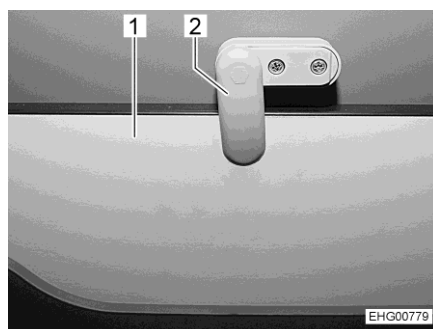

Bild 66 Låsning
- Lossa på spärren (Bild 66,2).
- Fäll ut trappsteg (Bild 66,1).